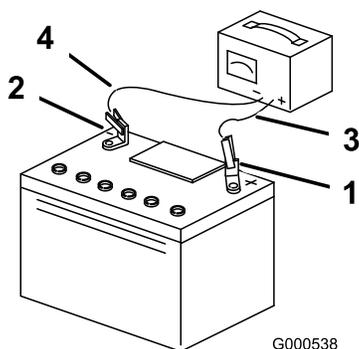

Figure 40
5. Quand la batterie est chargée au maximum, débranchez le chargeur de la prise, puis débranchez les fils du chargeur des bornes de la batterie (Figure 40).